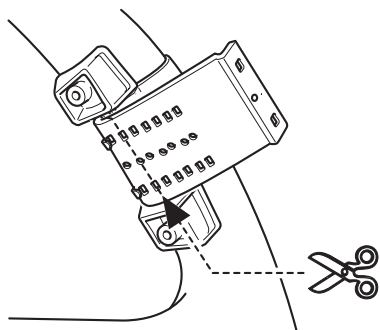

Fig. 8
2. Tagliare la parte avanzante della cinghia al centro del supporto interno. (Fig. 8)